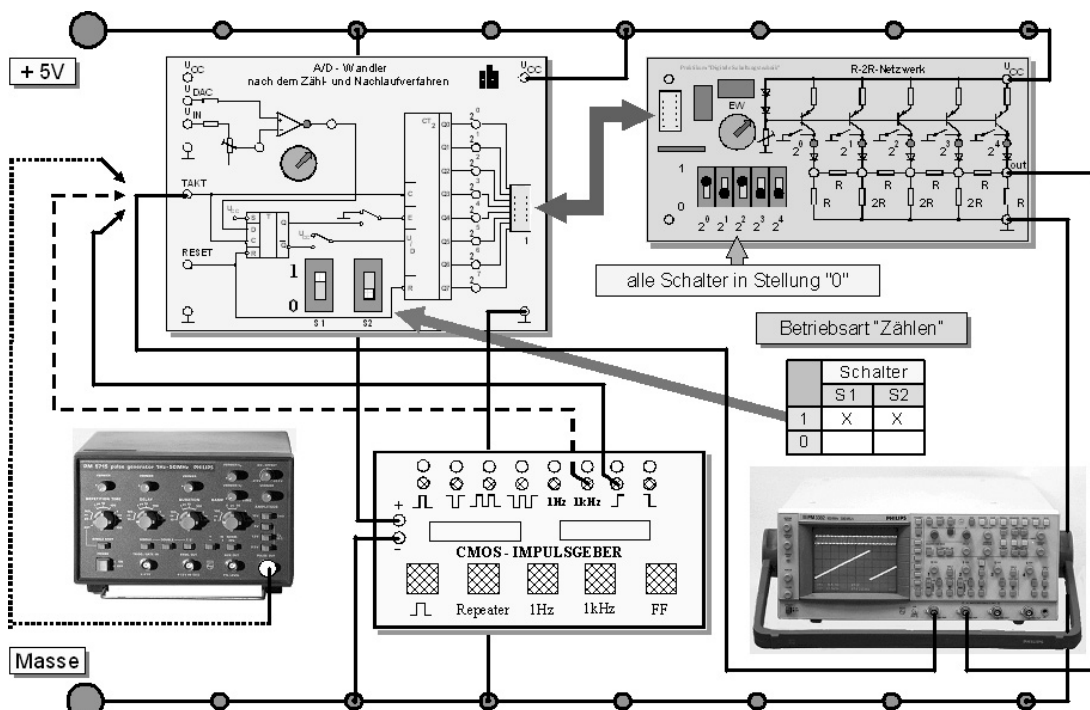

Bild 3: Versuchsaufbau zur dynamischen Untersuchung des R-2R-Netzwerkes
3.1.5 Verbinden Sie den Steuereingang des R-2R Netzwerkes mit dem entsprechenden Ausgang des A/D-Wandler-Moduls gemäß Bild 3. Der auf diesem Modul befindliche Binärzähler dient der Ansteuerung des R-2R - Netzwerkes und wird mit dem CMOS-Impulsgeber getaktet. Stellen Sie hierzu die Schalter **S1** und **S2** des A/D-Wandler-Moduls auf "**Zählen**" und die Schalter **S1** bis **S5** des R-2R Netzwerkes auf „0“. Überprüfen Sie zunächst die Schaltung mittels Handtakt (Einzelimpulsbetrieb).